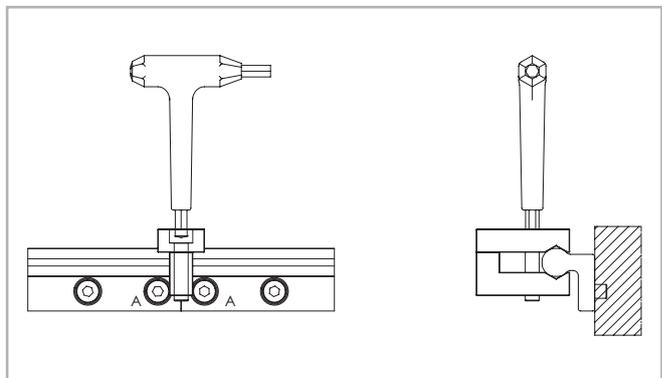

Fig. 28
(3) Coloque o dispositivo de alinhamento no topo de junção da guia e aperte uniformemente ambos os parafusos de ajuste até as pistas de rolamentos se encontrarem alinhadas (ver fig. 28).
(4) Depois de concluir o procedimento anterior (3) verifique se ambos os lados posteriores da guia se encontram assentados, de forma plana, sobre a superfície de montagem. Eventuais espaços livres por baixo da guia devem ser eliminados.